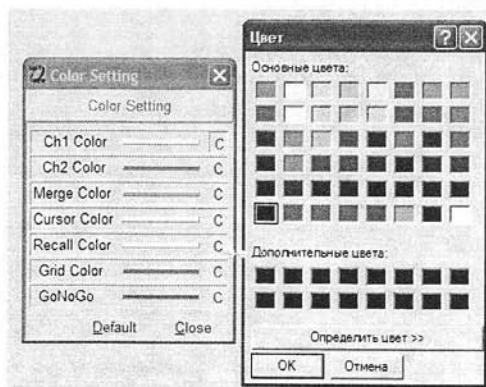

Рис. 8.92. Панель выбора цветов
- Config — выбор используемого порта, его параметров и панели выбора цветов (рис. 8.92).